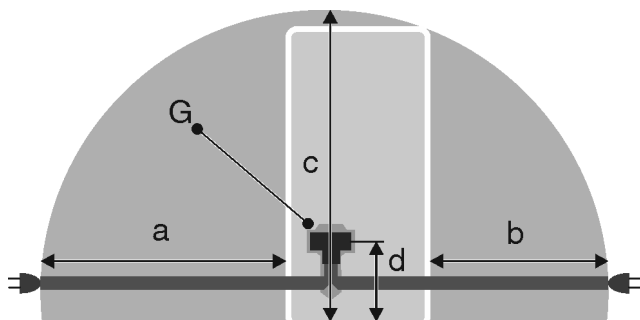

Fig. 30 *
- ▶ Utikač uređaja Fig. 30 (G) utaknite na stražnju stranu uređaja. Pripazite da ispravno uskoči.
- Utičnica se ne nalazi iza uređaja, nego u područjima a ili b Fig. 30 (a, b, c).